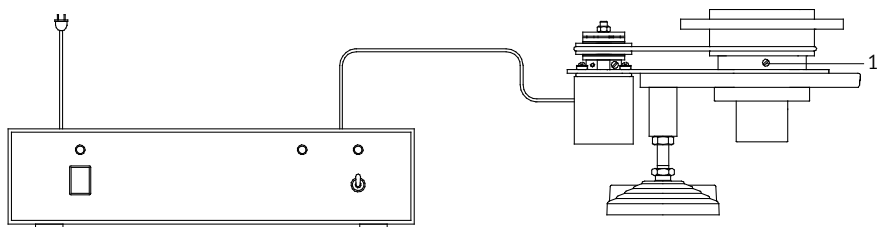

Рис. 7. Схема сборки Привода
6.2 Соберите Привод согласно рис. 7., для чего установите механическую часть на стойку ИПС грузопоршневого манометра, закрепив винтами 6 (4 шт.).
6.4 Установите пассик на шкивы ведущего и ведомого узлов (рис. 7)